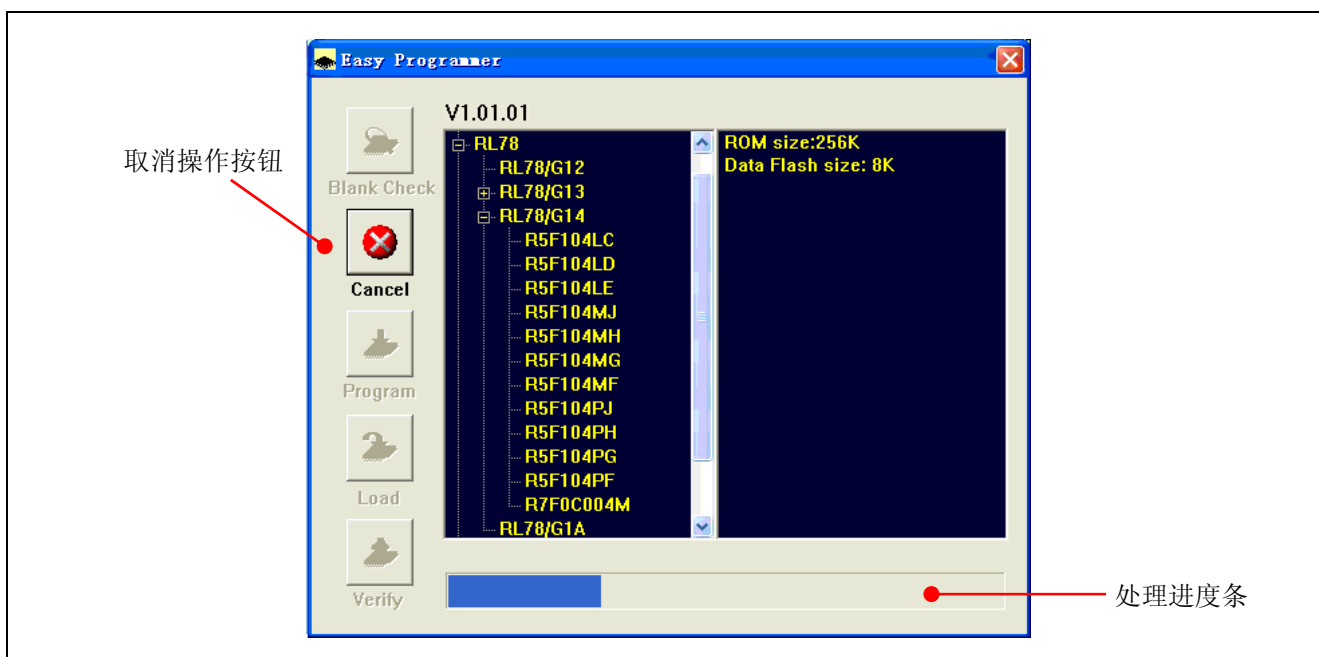

图 2.15 擦除操作进程
2) 单击“All Blocks”选择框以选择所有的块（对 RL78/G14 的 256k 版本而言，Flash ROM 从 0~0x3fff，Data Flash 从 0xf1000~0xf2fff），单击“OK”按钮进行擦除操作。PC GUI 主界面将显示擦除的进度，“Erase”按钮将变为“Cancel”按钮，如图 2.15 所示。
2) 单击“Select/Deselect All”选择框以选择所有的块，单击“OK”按钮进行擦除操作。PC GUI 主界面将显示擦除的进度，“Erase”按钮将变为“Cancel”按钮，如图 2.15 所示。